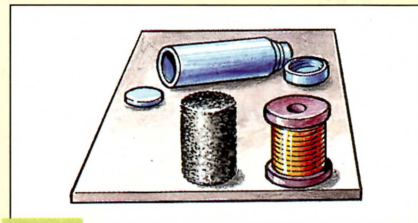

**Рис. 2**
**Чудо-кисточка.** Во внешнем оформлении своих конструкций вы можете использовать различные металлические (кроме алюминия и его сплавов) пластины, покрытые гальваническим способом тонким слоем никеля, серебра, золота. В этом поможет показанная на рис. 2 установка, состоящая из понижающего трансформатора, выпрямителя и кисточки.